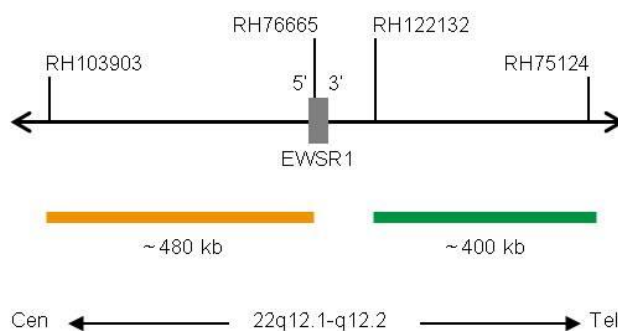

Fig. 1: SPEC EWSR1 Mapa de la sonda (no está a escala)
- Polinucleótidos marcados en verde (excitación a 503 nm/emisión a 528 nm) ZyGreen (~10 ng/μl), dirigidos a secuencias localizadas en 22q12.2* (chr22:29,779,841-30,179,900) distales a la región del punto de ruptura de EWSR1 (ver Fig. 1).
- Polinucleótidos marcados en naranja (excitación a 547 nm/emisión a 572 nm) ZyOrange (~4,5 ng/μl), dirigidos a secuencias localizadas en 22q12.1-q12.2* (chr22:29,191,431-29,673,440) proximales a la región del punto de ruptura de EWSR1 (ver Fig. 1).